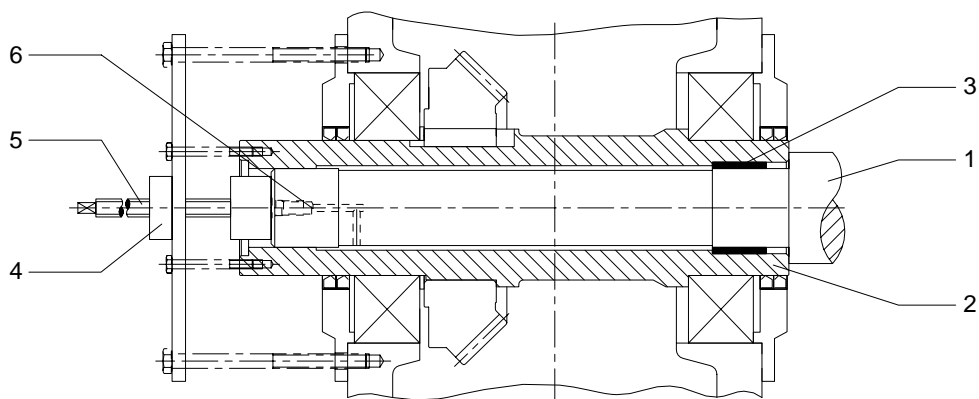
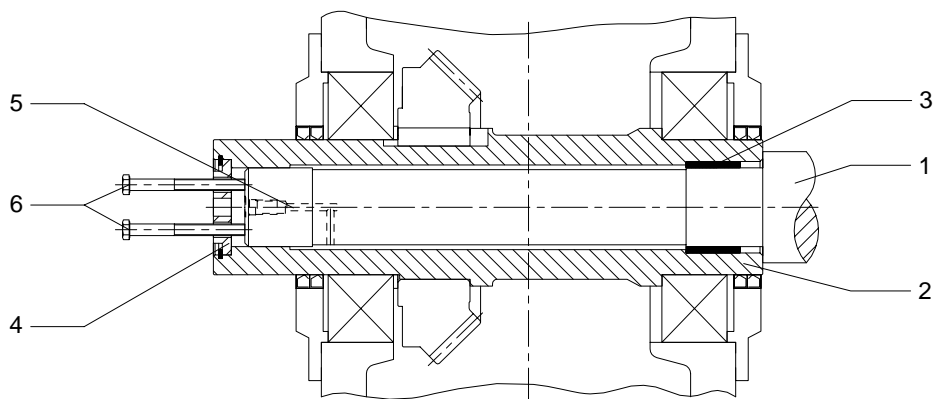

Рис. 2
Рис. 3
- При образовании ржавчины на посадочных плоскостях для облегчения снятия передачи насосом закачать под давлением растворитель ржавчины в пустое пространство сверленного отверстия, чтобы он попал на посадочное место. Подача растворителя ржавчины осуществляется через сверленные отверстия в машинном валу (см. рис. 2) или в концевом диске (см. рис. 3).
После достаточного действия растворителя снять передачу при помощи устройства согласно рис. 3.